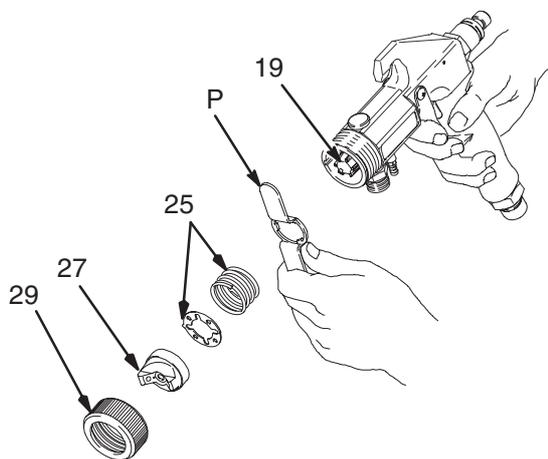
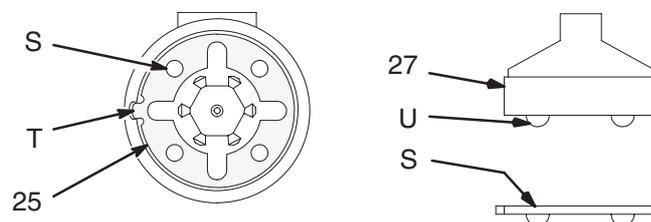

Fig. 22
Fig. 24
- Dispare la pistola al mismo tiempo que instala la boquilla de fluido (19) con la llave para boquillas (P). Vea la Fig. 22.
- Instale el muelle (25) en la parte delantera de la pistola.
- Instale la placa de retención (25) en el alojamiento de la pistola con los huecos (S) dirigidos hacia arriba; alinee la lengüeta de la placa de retención (T) con la muesca del alojamiento de la pistola. Vea la Fig. 24.
- Instale el casquillo de aire (27), alinee las bolas del casquillo de aire (U) con los huecos de la placa de retención (S). Vea la Fig. 24. Sujete el casquillo de aire con la tuerca de retención (29).